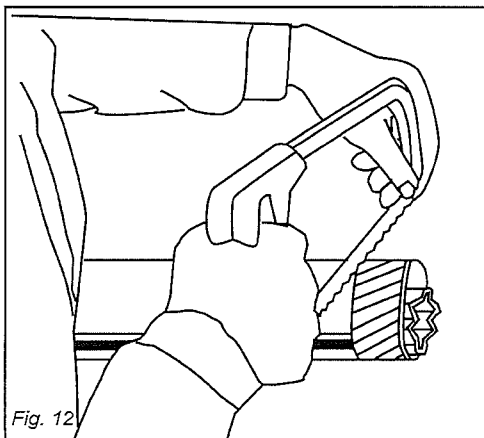
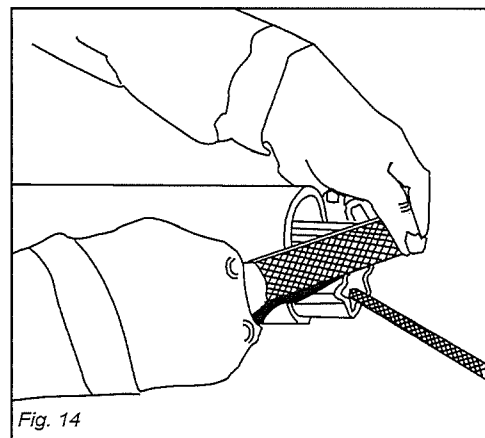
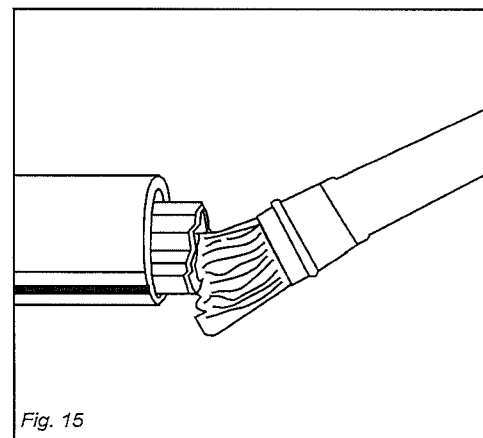

Fig. 12
Fig. 14
Fig. 15
- Förkorta båda teleskoprören med ett lika långt stycke (Fig. 12 og 13), avgrada och rengör kanterna (Fig. 14) och smörj slutligen det utvändiga rörets insida (Fig. 15).
- Afkort gliderørene med samme længde (Fig. 12 og 13). Fil, rens (Fig. 14) og smør det udvendige rør indvendigt (Fig. 15).